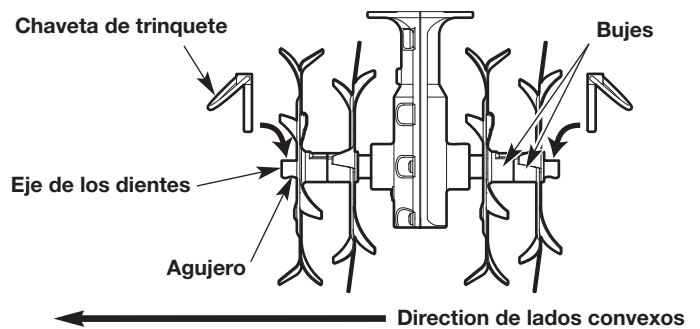

Fig. 5
1. Extraiga el pasador de chaveta del extremo de cada eje de los dientes (Fig. 5). Deslice los dientes fuera de sus ejes (Fig. 5).
2. Deslice los dientes nuevos sobre los ejes de los dientes. Los bujes deben quedar enfrentados entre sí (Fig. 5). Asegúrese de que los lados convexos de los dientes queden todos orientados en la dirección que se muestra (Fig. 5).
3. Inserte el pasador de chaveta por el orificio en el extremo de cada eje de los dientes (Fig. 5). Compruebe que los pasadores de chaveta queden firmemente conectados.